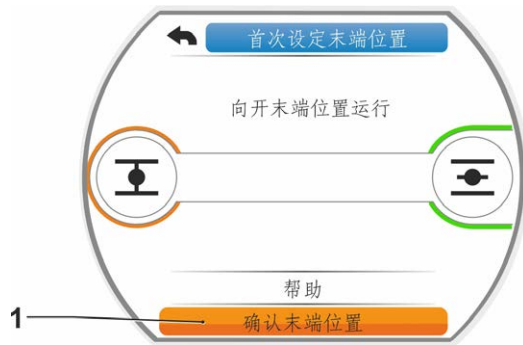

图5：确认末端位置
- c) 旋转操作按钮，选择“确认末端位置”（如图5所示）。